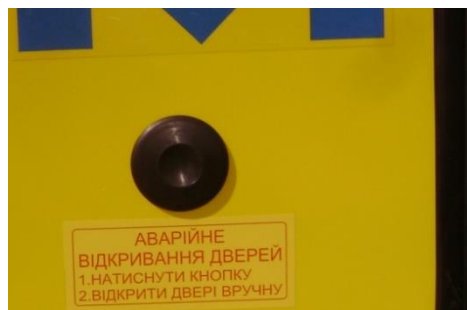

Рисунок 4.3.3 – Кнопка аварійного відчинення службових дверей зовні автобуса
- з зовнішньої сторони автобуса, за допомогою кнопки аварійного відчинення, яка знаходиться поряд із службовими дверима, знизу кнопки знаходиться інструкція з аварійного відчинення службових дверей (рис.4.3.3).